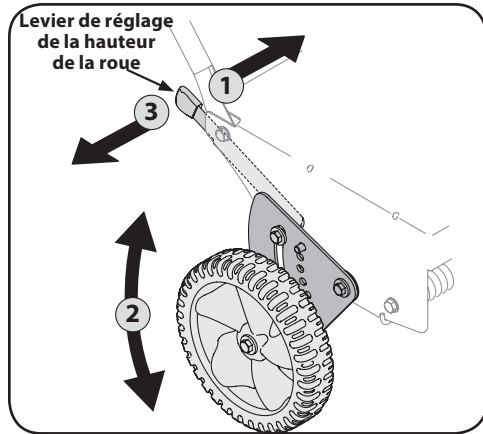

Figure 4-4
1. Pour abaisser la roue arrière droite, déplacez le levier de réglage légèrement à gauche. Voir Figure 4-4.
3. Relâchez le levier de réglage pour bloquer la roue. Voir Figure 4-4.